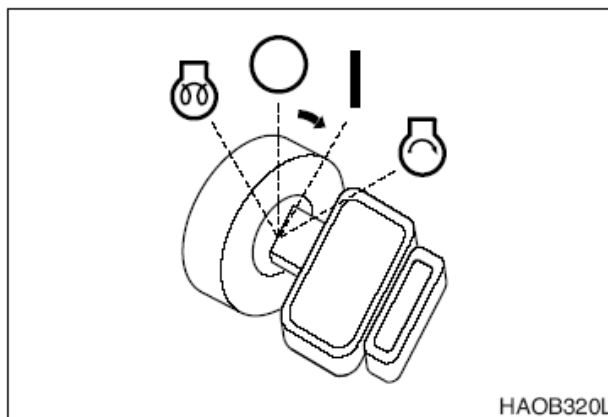

Рис. 2
4. Повернуть ключ стартера в положение "1" (Включен), рис. 2. Проверить все световые индикаторы. Через 2 секунды все световые индикаторы, кроме перечисленных ниже, должны выключиться.